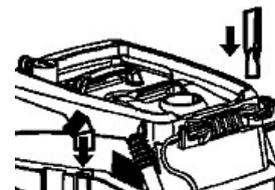

Abb. 9: Aufbewahrung Zubehör
Schritt 5: Die im Lieferumfang beigelegten Düsen können Sie am Spezialsauger aufbewahren (Abb.9).